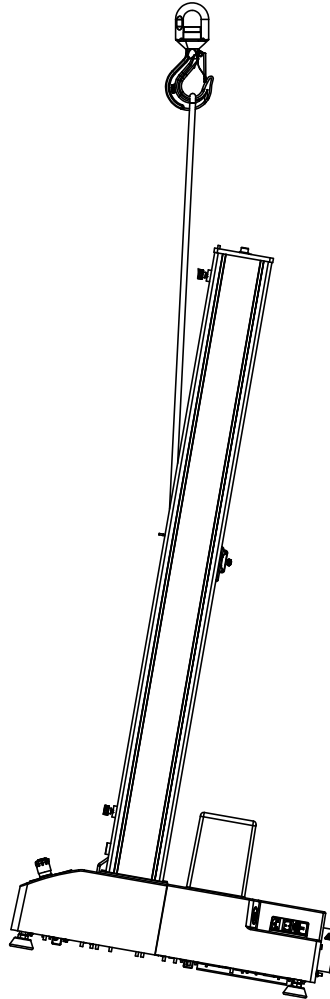

Figura 12. Elevación del bastidor con una grúa
1. Coloque la eslinga de elevación en la cruceta y fíjela al gancho de la grúa de modo que la eslinga se extienda verticalmente desde la PARTE FRONTAL de la cruceta como se muestra en Figura 12 en la página 65. Si se emplean cadenas en lugar de una eslinga de elevación, envuelva material de protección alrededor de la cruceta para protegerla de raspaduras y daños.